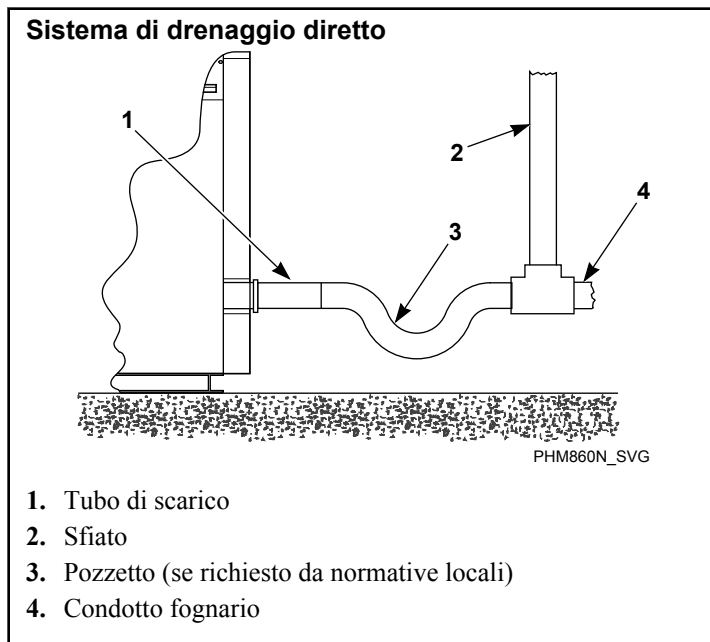

Figura 14
10. Seguendo le istruzioni del produttore, miscelare una malta di precisione a ritiro nullo **per macchine di alta qualità**. La malta non deve essere troppo fluida né troppo asciutta e devono scorrere nella sede facilmente. Riempire completamente lo spazio tra la base della macchina e il pavimento con la malta per assicurare un'installazione stabile. Riempire completamente con la malta lo spazio sotto il telaio (se bullonato all'interno, rimuovere il pannello anteriore e quello posteriore per ottenere accesso a tutti i componenti del telaio). Vedere *Figura 14*. Spingere forzatamente la boiacca sotto la base della macchina fino a riempire tutti gli spazi vuoti.
Consultare la *Figura 14*.